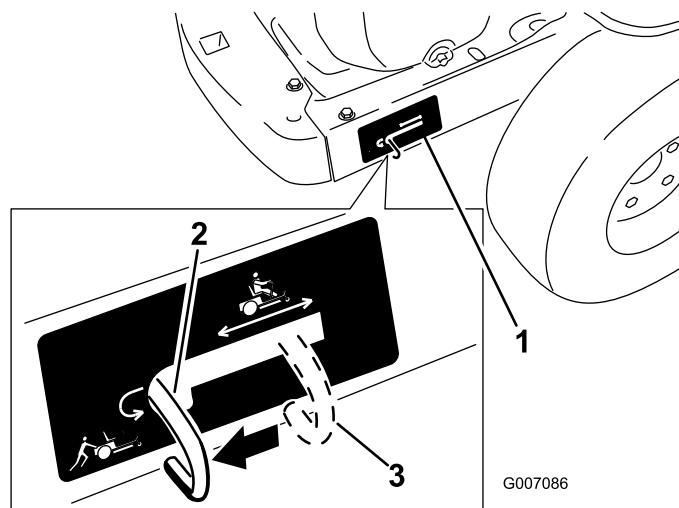

Figure 23
4. Déplacez les leviers de dérivation en arrière, puis abaissez-les pour les bloquer en place comme illustré à la Figure 23 et désengager les moteurs de roues. Répétez cette procédure de chaque côté de la machine.
Levez les leviers de dérivation et poussez-les en avant jusqu'au **centre** de la fente horizontale (Figure 23) pour engager les moteurs de roues.